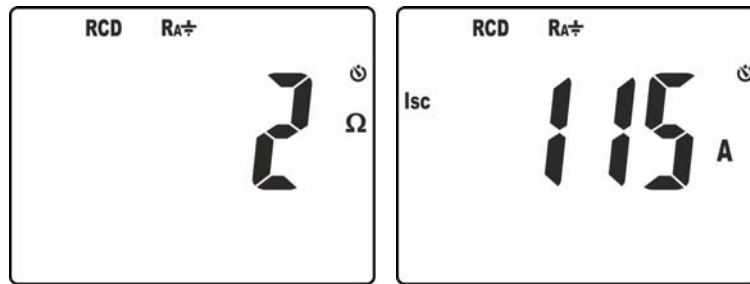

Fig. 22: Résultats de la mesure de la résistance globale de terre.
9. La page-écran de Fig. 22 – à gauche, montre la valeur de la résistance globale de terre. Cliquer sur les touches ∇ / ⏱ ou \blacktriangle pour afficher la valeur de courant de court-circuit présumée **Isc** (voir § 9.3)